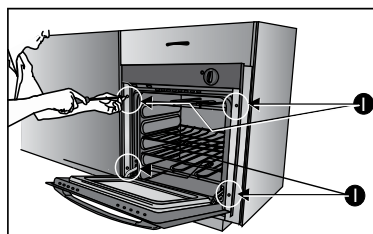

Figura 10
- Asegure el horno al mueble de empotrar, ubicando tornillos adecuados en cada una de las perforaciones como se ilustra en la figura 10. Esto evita el volcamiento del mismo.